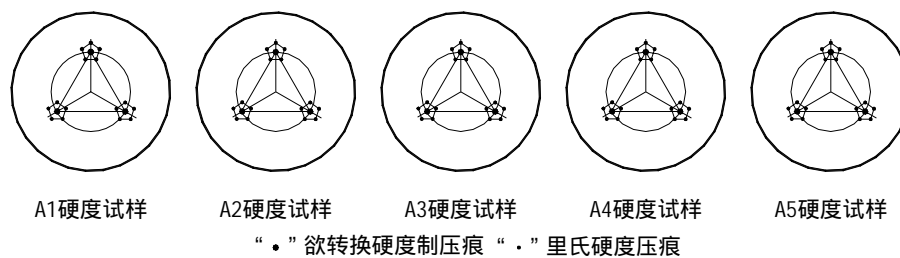

图 5
- 对于特定材料,欲将里氏硬度值较准确地换算为其它硬度值,必须做对比试验以得到相应换算关系。方法是:用检定合格的里氏硬度计和欲换算硬度制相应的硬度计分别在同一试样上进行试验,对于每一个硬度值,在三个以上(最好五个)需要换算的硬度压痕周围均匀分布地各测定五点里氏硬度,用里氏硬度平均值和相应硬度制平均值分别作为一对对应值,做出硬度对比曲线,见图5。